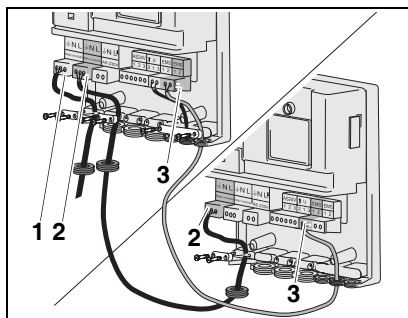

Abb. 4 Zwei Module miteinander verbinden, Netzanschluss herstellen
Es ist möglich, mehrere unterschiedliche Module (z.B. EM10 und VM10) miteinander zu verbinden. Um zwei oder mehr Module miteinander zu verbinden, können der Netzanschluss (Abb. 4, Pos. 2) und der EMS-Anschluss (Abb. 4, Pos. 3) immer überbrückt werden.
- Schließen Sie den Logamatic RC Temperaturregler am EMS-Anschluss an (Abb. 4, Pos. 3).
- Schließen Sie den 230 VAC-Netzanschluss an (Abb. 2, Pos. 1 und Abb. 4, Pos. 1).